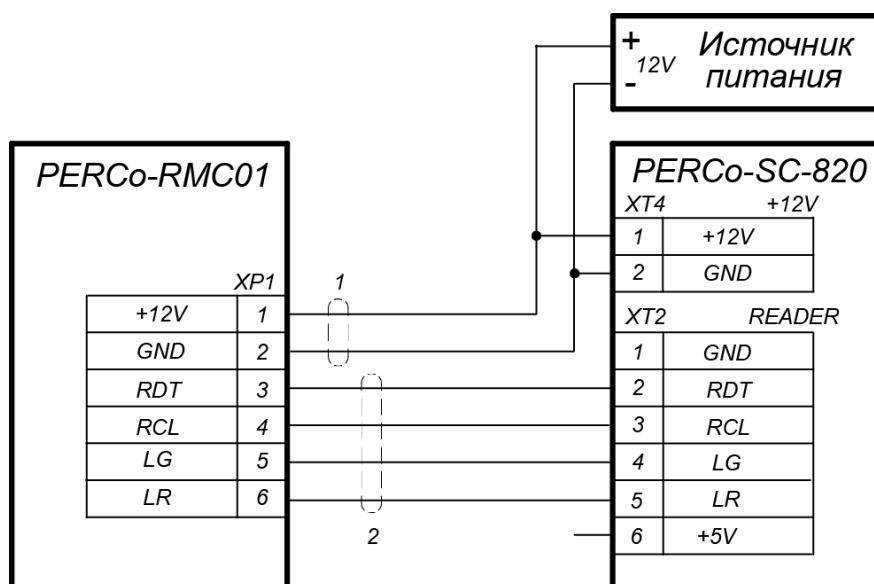

Рисунок 3. Схема подключения считывателя к контроллеру PERCo-SC-820¹
- 5 Произведите разметку и разделку отверстий на установочной поверхности для крепления считывателя и проводки кабеля к нему. Схема разметки приведена на рис. 3.
- 8 Открутите ключом из комплекта поставки четыре винта (5), крепящие крышку считывателя (2). Осторожно потянув вверх, снимите крышку считывателя.